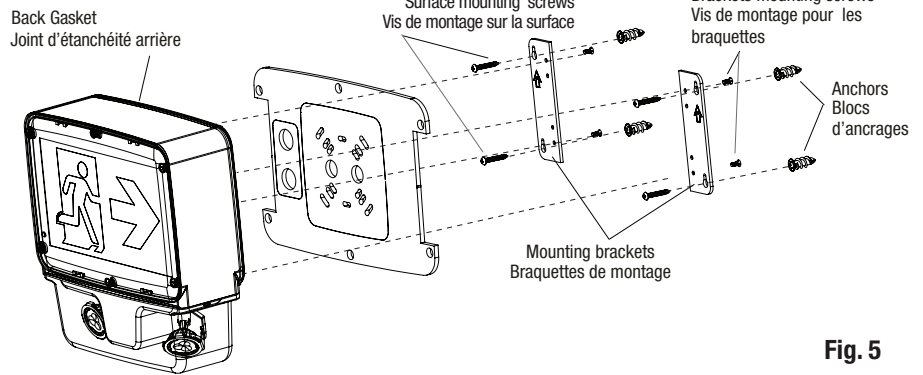

Fig. 5
4.c For Mounting Bracket installation (Fig. 5) only, break through appropriate central knockout into the back housing. Remove the sides parts of the gasket and paste it on the back of the unit and route the proper wire through the central hole. Mount the brackets on the back housing using the four screws provided in the hardware bag (use screwdriver PH2X). Place the housing on the required surface and use the bracket holes as a drilling template. Drill the four holes and fix the mounting anchors inside each hole.
7.b For mounting bracket installation only (Fig.5), mount the fixture on the surface using the two brackets and the four mounting screws provided (use screwdriver PH3X). Tighten the screws enough to compress the gasket to ensure a good sealed joint.
4.c Pour l'installation avec braquettes de montage (Fig. 5) seulement, défoncer l'orifice central prédécoupé approprié dans le boîtier arrière. Retirer les parties latérales du joint d'étanchéité et coller-le à l'arrière de l'unité et passer les fils électriques par l'orifice central. Monter les braquettes sur le boîtier arrière à l'aide des quatre vis fournies dans le sachet de pièces (Utiliser le tournevis PHx2). Placer le boîtier sur la surface requise et utiliser les trous du support comme gabarit de perçage. Percer les quatre trous et fixer les ancrages de fixation à l'intérieur de chaque trou.
7.b Pour installation avec braquettes de montage (Fig. 5) seulement, fixer l'unité en place avec l'aide de deux supports et les quatre vis de montage incluses (utiliser le tournevis PH3X). Serrer les vis suffisamment pour comprimer le joint d'étanchéité pour assurer un joint scellé.